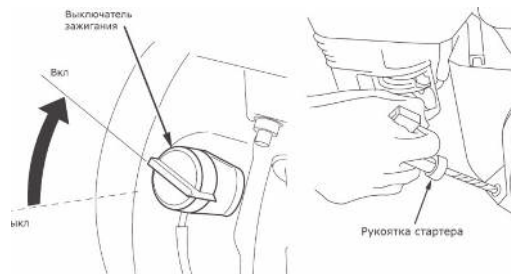

Рис. 10
6. Поставьте выключатель зажигания в положение «**Вкл**» (Рис. 10).